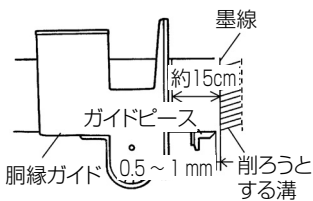
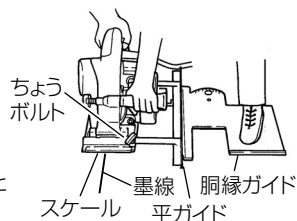

図 18
図 19
- (2) 加工材の墨線から約 15 cm 程度はなして胴縁ガイドをおきます。(図 18)
- (3) 縁ガイドのガイドピースは墨線より 0.5 ~ 1 mm 程度はなしてください。(図 18)
- (4) 本体を加工材の上に乗せ、スケールの 0 マークの位置に墨線を合わせます。(図 18)
- (5) ちょうボルトをゆるめ (後部にも 1 本あります)、平ガイドを胴縁ガイドの側面に当て、ちょうボルトを締めて固定します。
- (6) 胴縁ガイドを足で押えたまま、平ガイドを胴縁ガイドに押し当てるようにしながら削ります。(図 19)